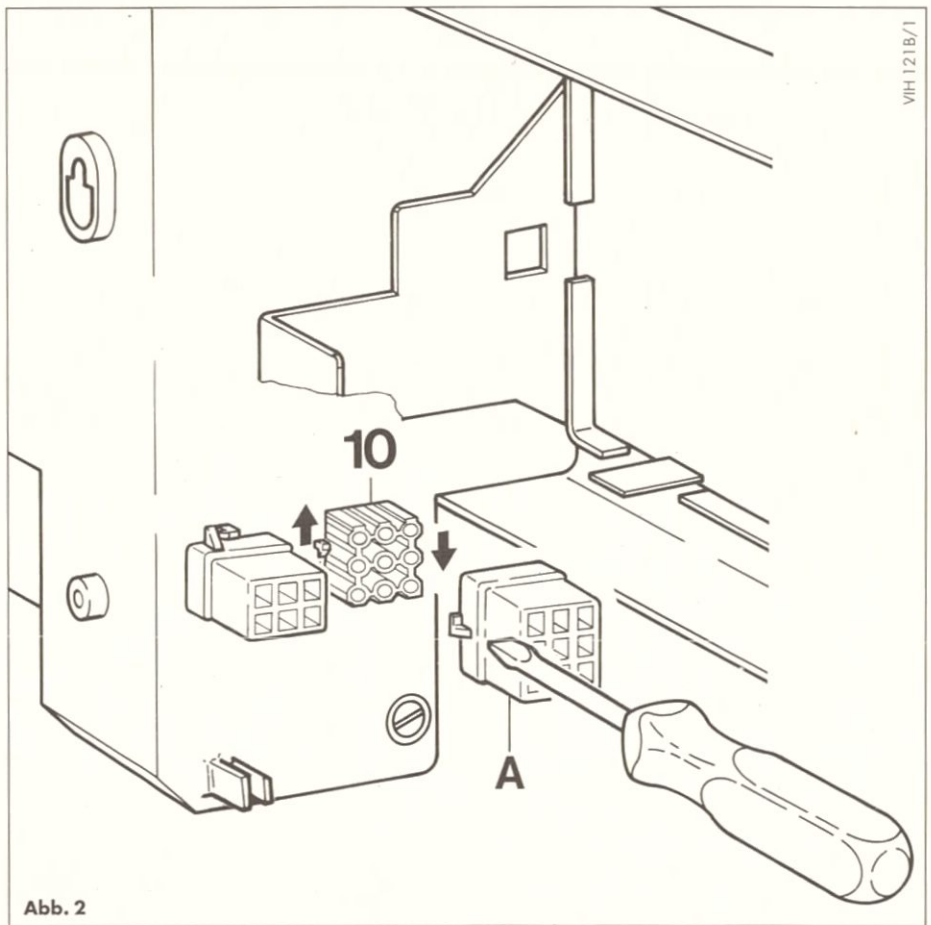

Abb. 2
Verdrahtungshinweise siehe Abb. 2 bis Abb. 10 Seite 6 bis 14.
Am Kessel die obere Abdeckplatte abnehmen. Blindstecker (A) mit geeignetem Werkzeug entfernen. (Siehe Abb. 2).